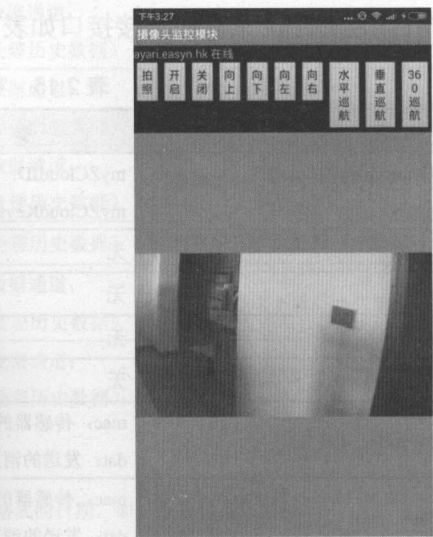

图 2.42 摄像头控制模块
(3) 返回到主界面，单击摄像头控制，进入摄像头控制模块，当显示出 ayari.easyn.hk（摄像头 IP）在线后，就可以通过按钮控制摄像头，如图 2.42 所示。